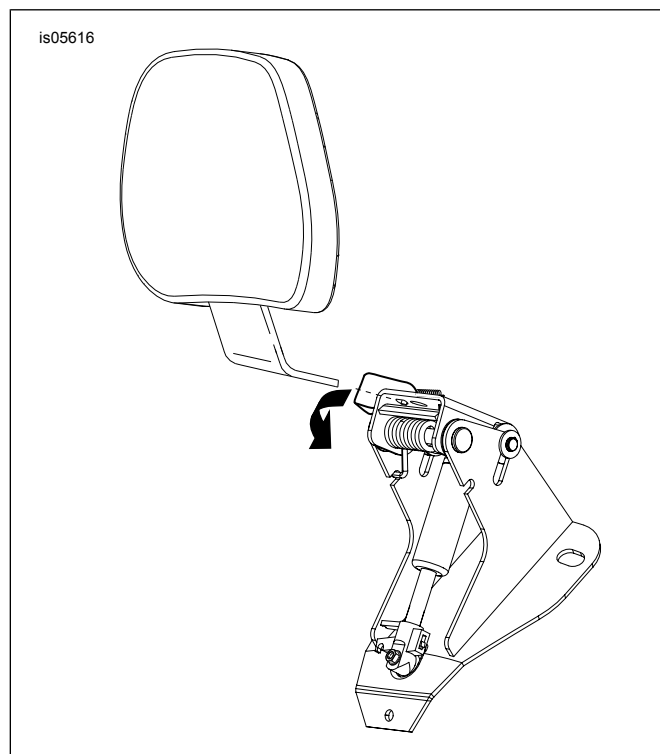

Рисунок 13. Установка спинки
1. См. Рисунок 13 . Нажмите на рычаг на кронштейне спинки (как показано на рисунке).